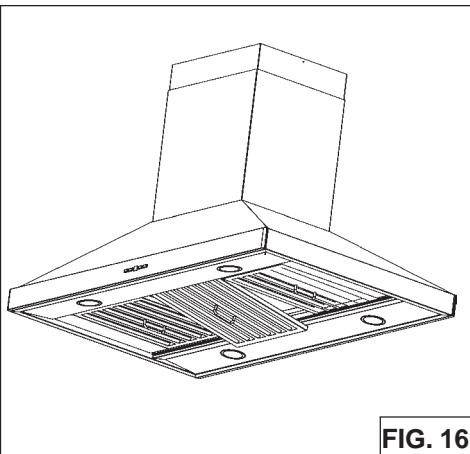

FIG. 16
1. Para quitar el filtro de grasas, (Fig. 16) empuje el filtro hacia él frente hasta que se libere de la guía, después tire del filtro para soltarlo de la campana. Inclinar filtro y quitar.